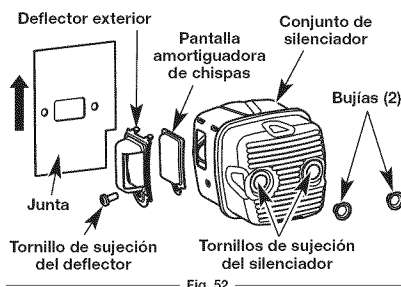

Fig. 52
2. Use una llave Torx T27 para sacar los dos tornillos de retención del silenciador (Fig. 52).
8. Inserte los dos tornillos de retención del silenciador en el conjunto de silenciador. Coloque la junta detrás del conjunto de silenciador, de modo que los dos tornillos de retención del silenciador pasen a través de los dos agujeros de la junta. Cerciórese de que el extremo estrecho de la junta mire hacia la parte inferior del conjunto de silenciador (Fig. 52). Inserte el conjunto de silenciador y la junta en la cavidad en la parte frontal de la unidad, de modo que los tornillos queden alineados con los dos agujeros de los tornillos en la cavidad delantera. Apriete los tornillos de retención del silenciador a un par de 80 a 90 pulg/lbs. Si fuera necesario, mientras apriete los tornillos, sujete la junta desde el lado con un par de alicates de punta larga. Si necesita ayuda para alcanzar el par de apriete adecuado, lleve la unidad a un distribuidor de servicio autorizado.